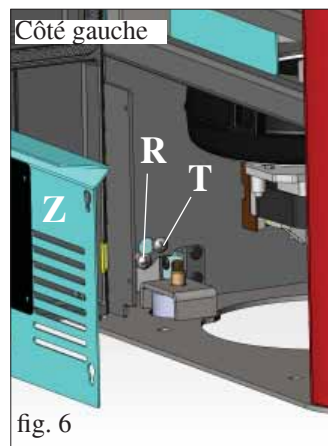

fig. 6
Vérifier l'alignement vertical des côtés en céramique (C) et effectuer d'éventuels réglages au moyen des vis situées au-dessus du top (V - fig. 5) et à l'intérieur du poêle au moyen des vis (R - fig. 6/7)
N.B. : avant d'effectuer l'opération, retirer le panneau zingué (Z - fig. 6/7) sur les deux côtés et desserrer les vis de blocage (T - fig. 6/7).